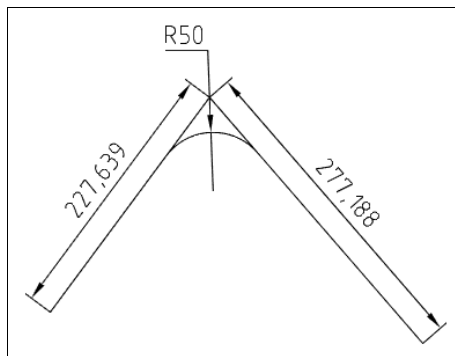

Рис. 4.86. Дополнительные размеры для сопряжения
- ◆ если кнопка-флажок  включена, то включение следующей кнопки-флажка  позволяет добавить общие размеры отрезков до воображаемого пересечения (рис. 4.86).